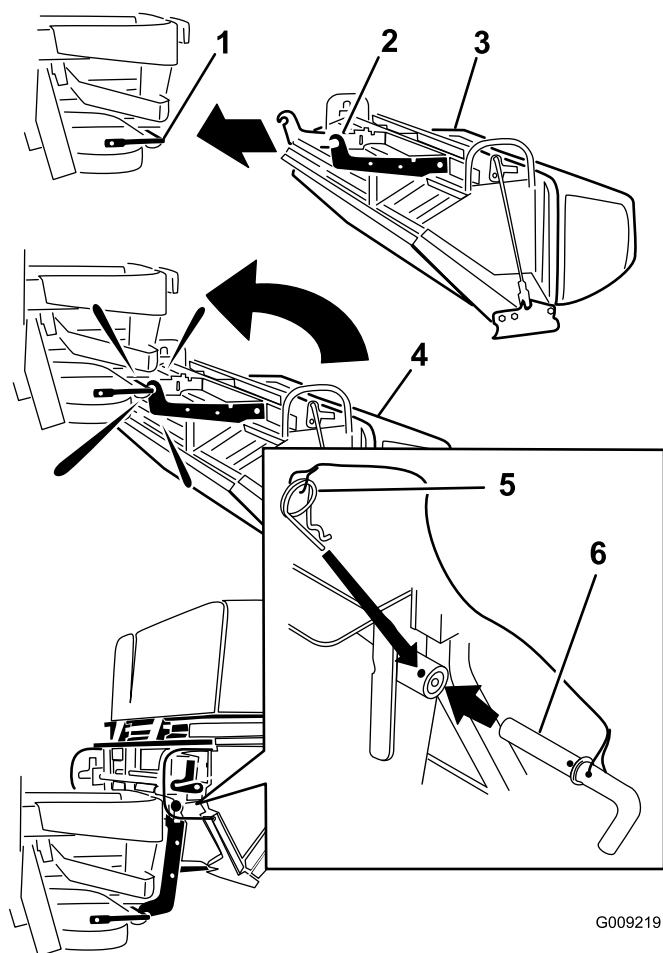

Figura 10
1. Coloque el ensacador boca arriba (Figura 10).
2. Deslice los ganchos sobre el soporte de montaje inferior (Figura 10).
4. Alinee el taladro del ensacador con el soporte de montaje superior (Figura 10).
5. Instale el pasador en cada lado, sujetándolo con la chaveta (Figura 10).